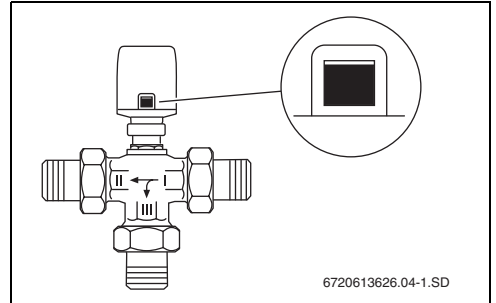

Fig. 5 Indicația de cursă în stare conectată la curent.
- Indicația de cursă se poate vedea bine (→ Fig. 5).